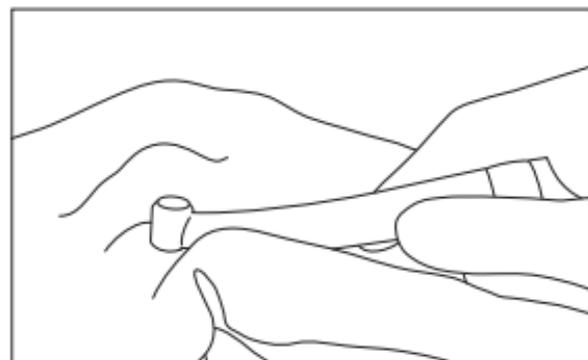

Fig. 7
- 3) Nettoyer la partie extérieure de la pièce à main avec une lingette imprégnée de désinfectant ou d'éthanol à une concentration de 60 à 90 % (Fig. 7).